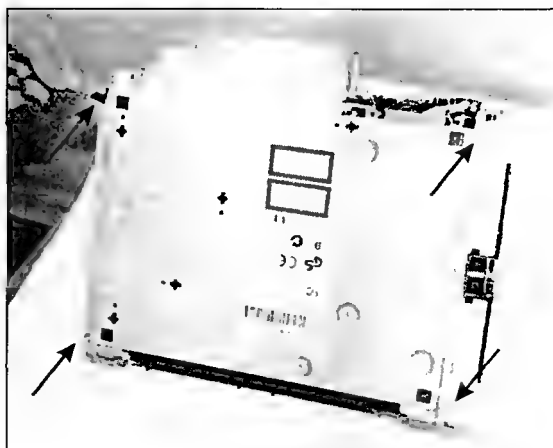

Рис. 5.24
18. Переворачивают принтер и устанавливают под углом. Откручивают 4 винта по углам нижней крышки (винты показаны стрелками на рис. 5.24).